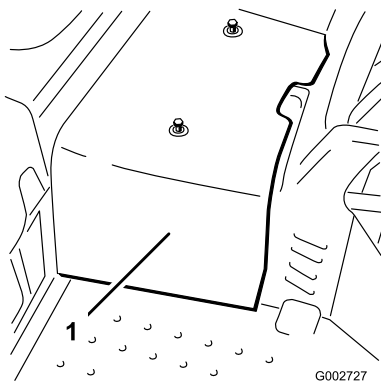

Figura 41
2. Afloje las 2 tuercas que fijan la cubierta central a la máquina y retire la cubierta (Figura 41).